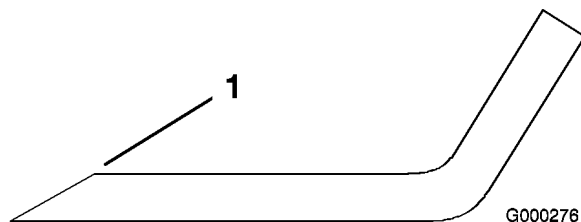

Figura 76
- Utilice una lima para afilar el filo de corte en ambos extremos de la cuchilla (Figura 76). Mantenga el ángulo original. La cuchilla permanece equilibrada si se retira la misma cantidad de material de ambos bordes de corte.